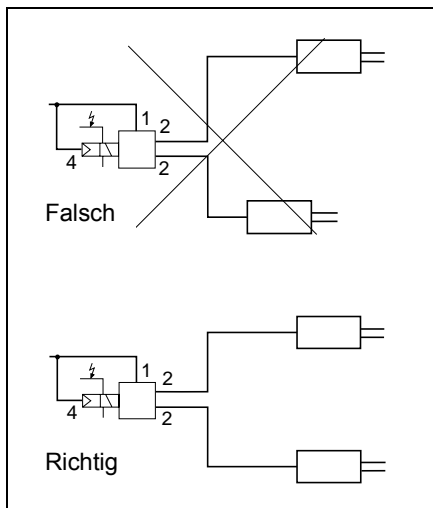

Bild 1
angesteuert, sollten beide Arbeitsanschlüsse (2) mit gleichlangen Leitungen (siehe Bild 1) zu den Bremszylindern benutzt werden. Die Nennweite sollte zwischen 9 und 11 mm gewählt sein.